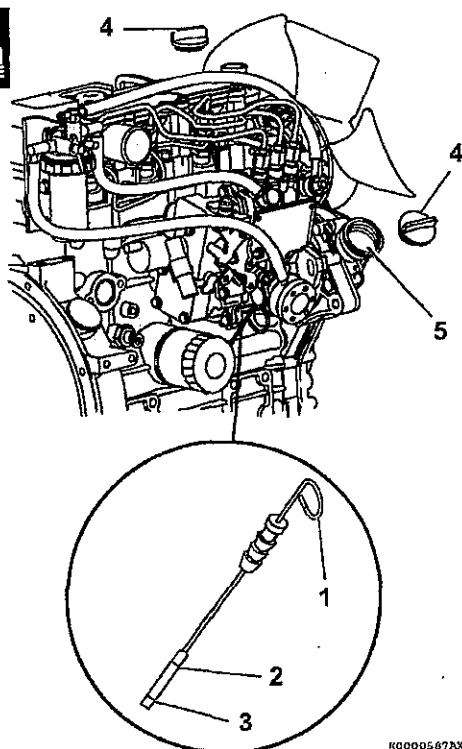

図9
8. 潤滑油量が検油棒(1, 図9)の上限(2, 図9)と下限(3, 図9)の目盛りの間になるよう、不足分を補充します。
9. 給油口にふたを取り付けます(4, 図9)。あふれた潤滑油は、きれいな布でふき取ります。